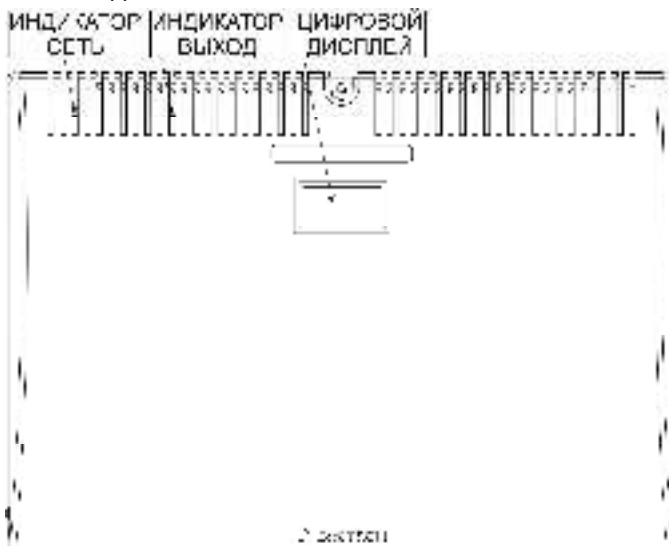

Рисунок 1 – Общий вид изделия
- корпус, состоящий из основания и крышки см. рис. 1;